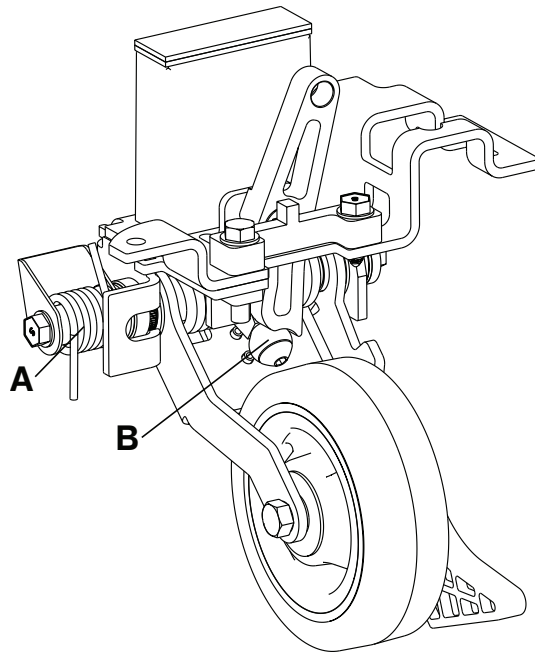

Figure 22 – Lubrification de la cinquième roue rétractable
3. Appliquer de la graisse MPG-3 sur le ressort (A) et le galet (B) (Figure 22).